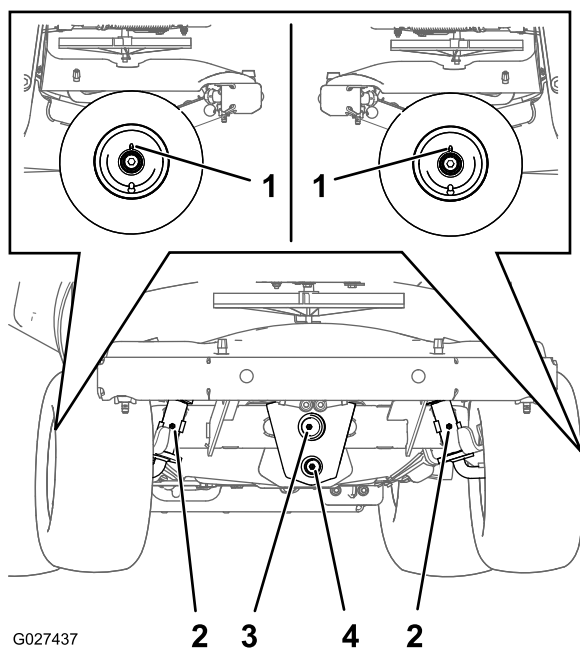

Figure 57
2. Essuyez les graisseurs avec un chiffon (Figure 57).
3. Raccordez une pompe à graisse aux graisseurs (Figure 57).